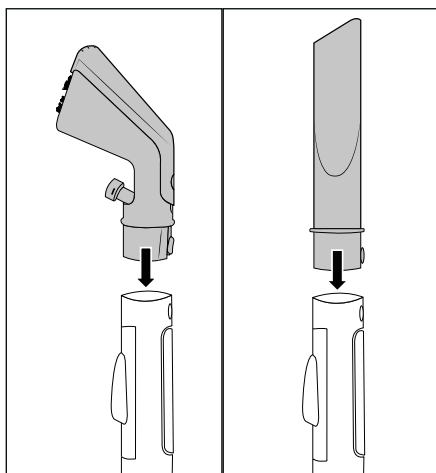

Fig. 3
- ◆ Monte o bocal para estofos 22 ou o bocal para frestas 29 na mangueira de pulverização/aspiração 19, até o botão de bloqueio 25/32 prender (ver fig. 3).